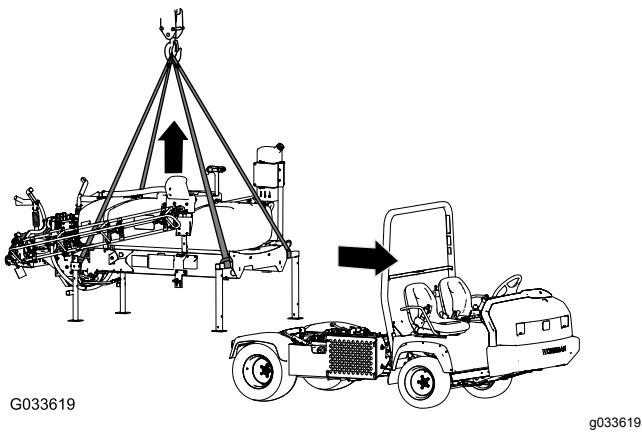

Figura 120
- 1. Abbassate le barre di circa 45° e ruotatele in avanti (Figura 120).
7. Sollevate il telaio di supporto del serbatoio dalla macchina ad altezza sufficiente per liberare completamente il telaio di supporto dalla macchina (**Figura 120**).
5. Collegate l'attrezzatura di sollevamento ai tubi orizzontali dei cavalletti anteriori e al palo verticale dei cavalletti posteriori (**Figura 120**).